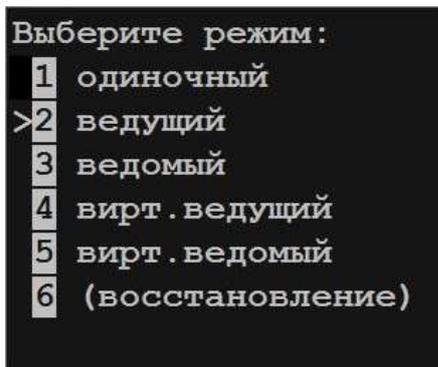

Рисунок 12 - Выбор режима
3.3 Далее нажать «i», выбрать режим «Ведущий» (рисунок 12).